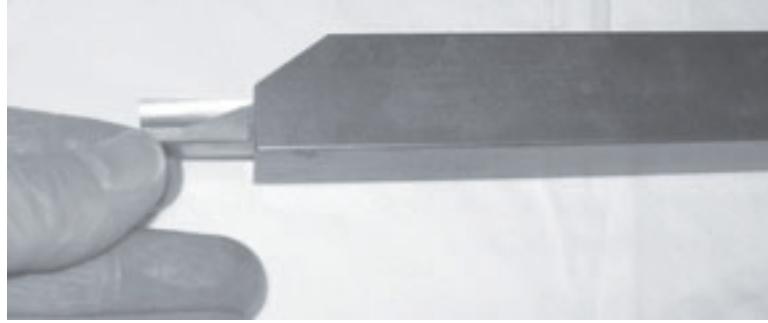

Figure 3-28. Placez l'outil à dresser dans le porte-outil (voir la photo). Serrez les vis de fixation sur le porte-outil.
- 2.** Placez l'outil à dresser dans le porte-outil (voir Figure 3-28). Serrez les vis de fixation sur le porte-outil.